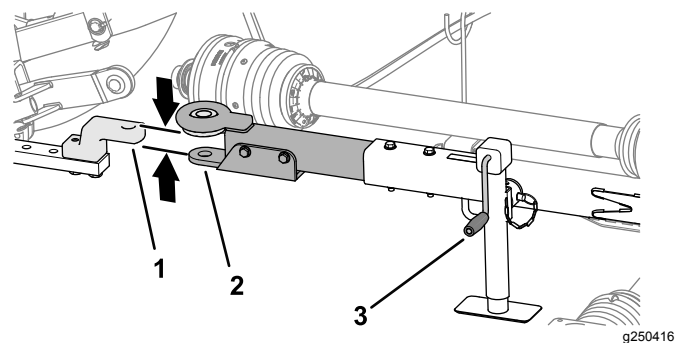

Figure 22
- À l'aide de la manivelle de cric, relevez ou abaissez le cric de barre de remorquage et alignez la barre de remorquage avec la barre ou le crochet d'attelage (Figure 22).
- Alignez la barre ou le crochet d'attelage du véhicule tracteur sur la barre de remorquage de la tondeuse (Figure 22).